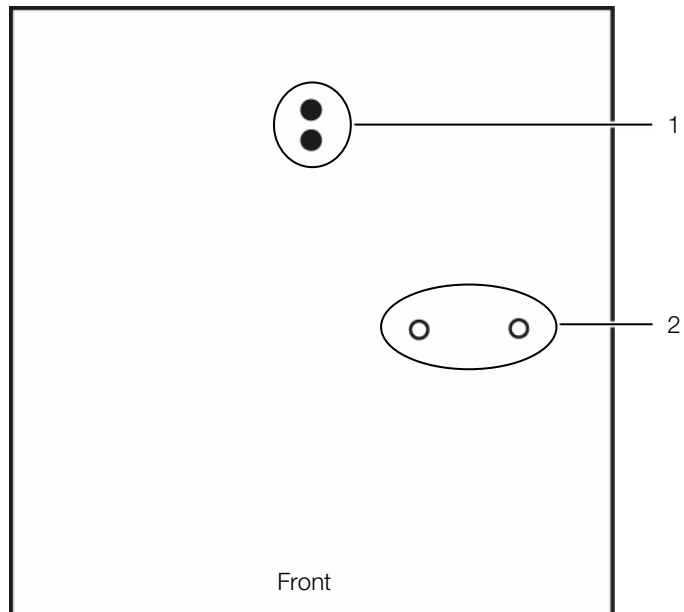

Abb. 3: Draufsicht
- Rollenhalter demontieren. Dazu die beiden Schrauben (Abb. 3, Pos. 1) lösen.
- Die Führungsschiene mit den montierten Schrauben und Muttern (Abb. 3, Pos. 2) auf dem Gehäuse befestigen.